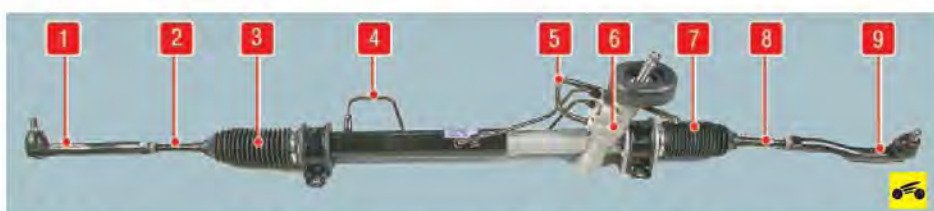

Рис. 8.2. Рулевой механизм: 1, 9 – наконечники рулевых тяг; 2, 8 – рулевые тяги; 3, 7 – защитные чехлы; 4, 5 – трубопроводы; 6 – рулевой механизм
**Рулевой механизм** (рис. 8.2) установлен в подкапотном пространстве. Картер рулевого механизма закреплен на поперечине передней подвески.
Рулевые тяги 2 и 8 (см. рис. 8.2) прикреплены к рейке рулевого механизма 6 шаровыми шарнирами. Наконечники 1 и 9 рулевых тяг с помощью шаровых шарниров крепятся к поворотным кулакам передней подвески. От проворачивания на рулевых тягах наконечники зафиксированы контргайками. Вращением рулевой тяги в шаровом шарнире относительно наконечника регулируют схождение управляемых колес.